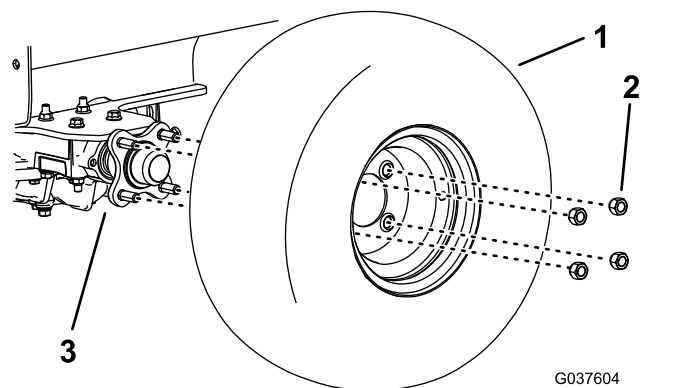

Figura 8
3. Remova o pneu direito (Figura 8).
13. Instale o pneu direito, aperte as porcas das rodas com 115 a 142 N·m e desça a máquina (Figura 8).